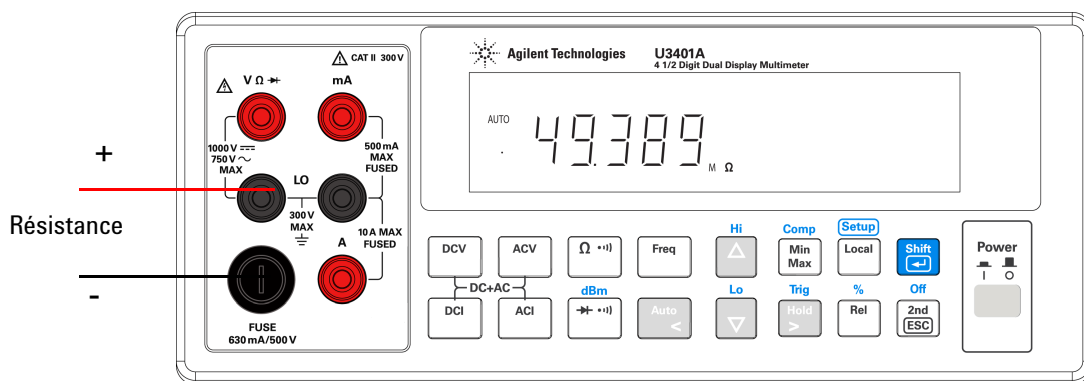

Figure 3-4 Borne de connexion pour une mesure de résistance
- 1 Connectez une résistance à tester aux bornes d'entrée V Ω \rightarrow et LO, tel qu'indiqué en Figure 3-4.